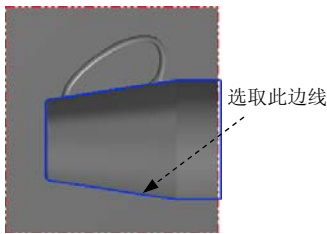

图 21.42 选取切削范围边线
(2) 设置加工边界。在 **边界范围** 区域中单击 **鼠标** 按钮, 系统弹出“串连选项”对话框。在图形区中选取图 21.42 所示的边线, 单击 **✓** 按钮, 系统返回至“刀具路径的曲面选取”对话框。